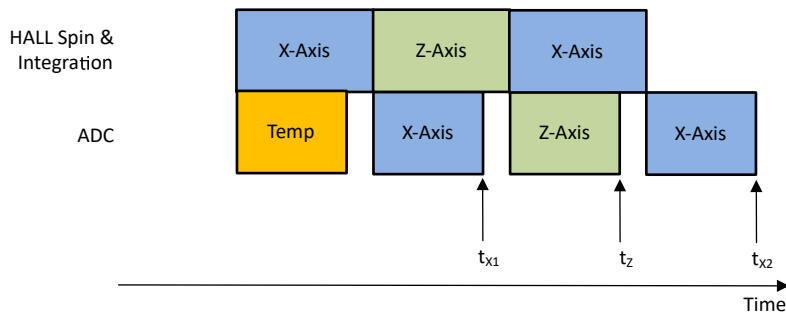

图 8-3. XZX 磁场转换
在绝对角度测量中，需要来自多个轴的应用传感器数据，才能计算出精确的角度。在不同时间通过同一信号链收集的磁场数据会在角度计算中引入误差。TMAG5273 提供伪同步采样数据收集模式来消除此误差。图 8-3 显示了一个示例，其中 MAG_CH_EN 设置为 1011b 来收集 XZX 数据。方程式 18 显示了 X 和 Z 传感器数据的时间戳相同。
- t_{x1} 、 t_z 和 t_{x2} 是 X、Z、X 传感器数据完成的时间戳，如图 8-3 中定义。